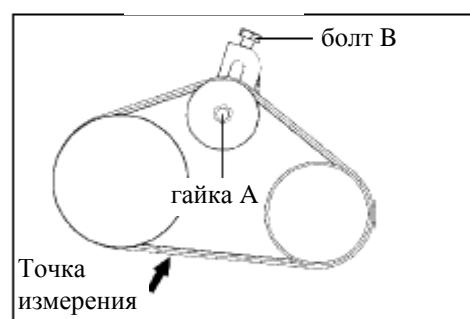

Рис. 461
(2) Отрегулируйте натяжение ремня, поворачивая болт В(рис. 461)